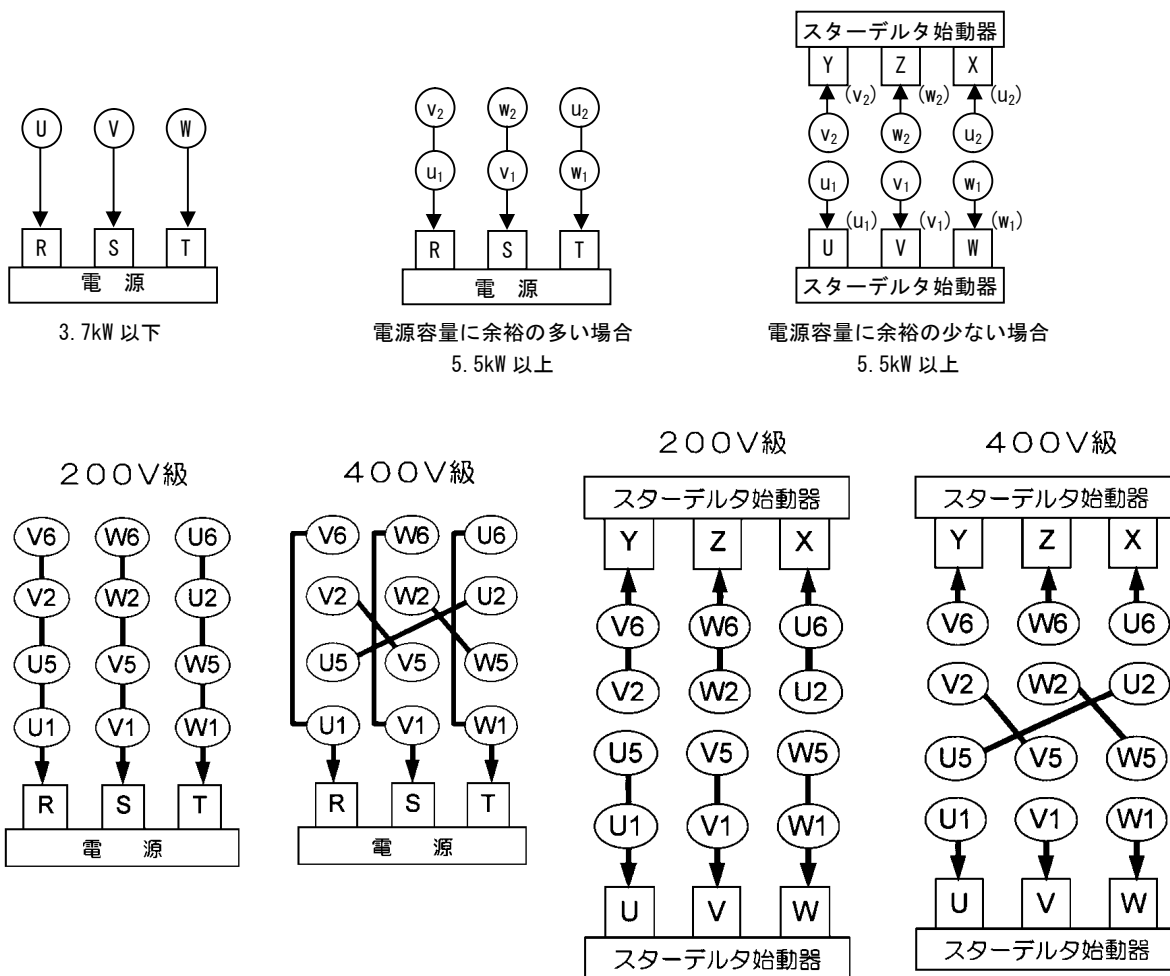

図8：結線図
(1) 配線は図8または電動機のターミナルボックス内ぶたに表示された結線図または電動機に附属された取扱説明書に従い、行ってください。